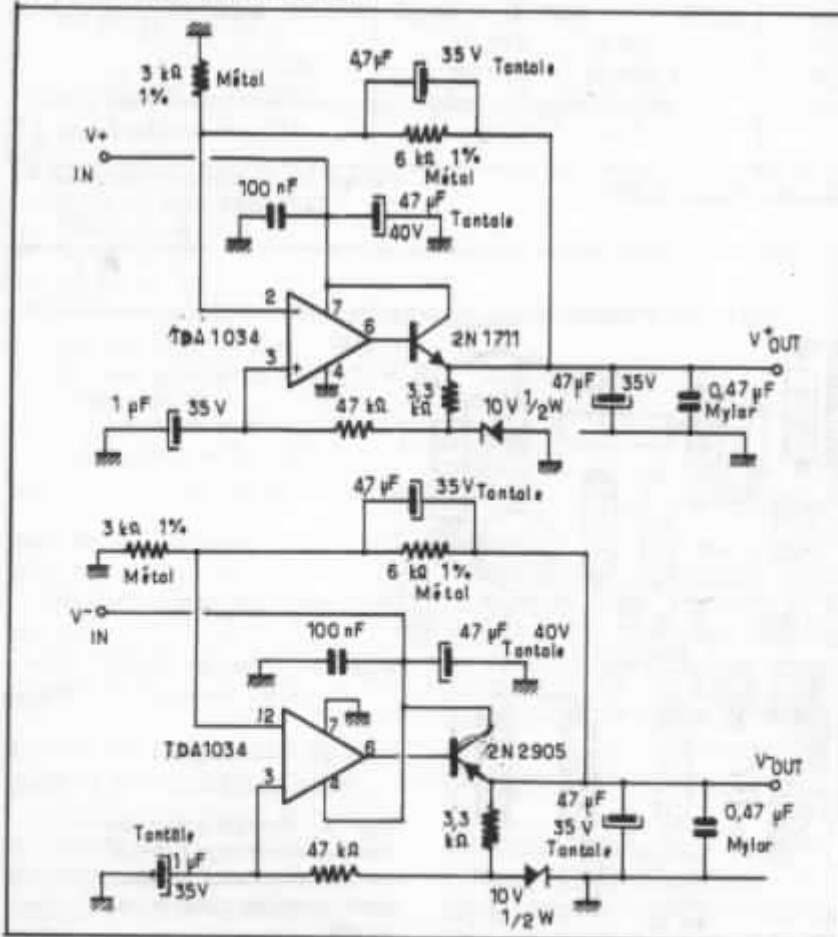

Fig. 11 : Schéma de l'alimentation stabilisée.
- d'une alimentation stabilisée  $\pm$  30 V basée sur un schéma proposé par M. Sulzer dans la revue américaine « Audio Amateur » n° 2/80 (figure 11).